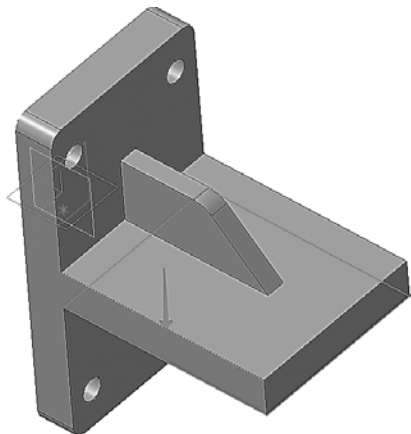

Рис. 67. Выбор первой грани
6.8 Поверните модель и аккуратно укажите длинное ребро на опорной площадке. Курсор должен находиться в режиме выбора ребер (рис. 67).